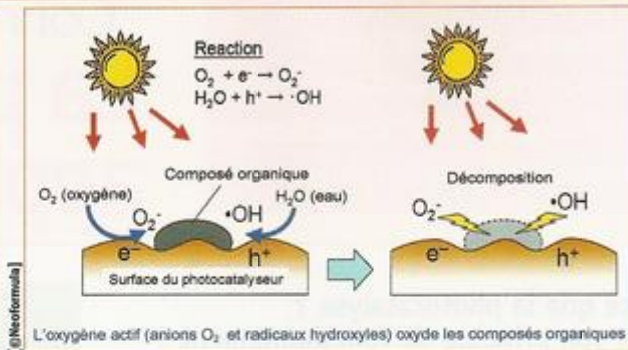

Figure 3 Décomposition des composés organiques par photocatalyse.
- la décomposition des polluants de surface par oxydation des matières organiques (figure 3).